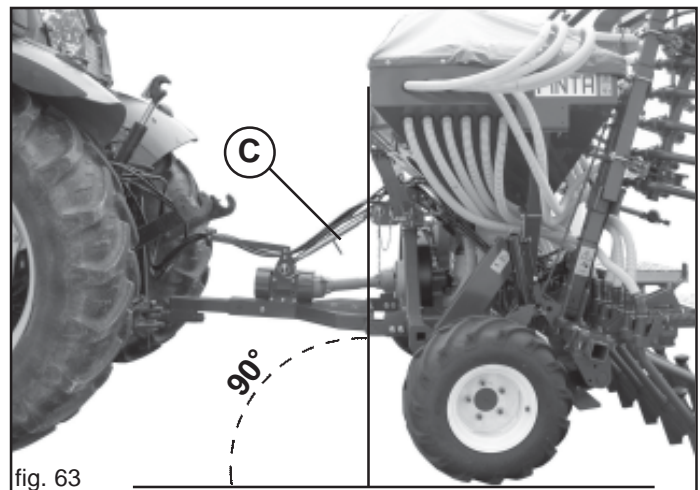

fig. 63
- 1) Das Gerät an den Zughaken des Traktors anschließen. Den Kupplungsbolzen mit dem entsprechenden Sicherungsstift sichern; anhand der Einstell-Spannstange (C, Abb. 63) die Säemaschine so verstellen, dass sie rechtwinklig zum Boden steht (Abb. 63).